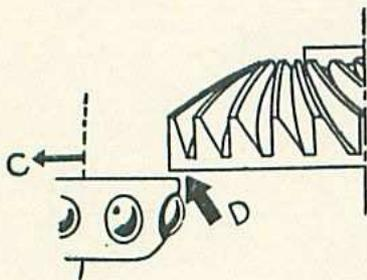

Fig. 59. — Passage du roulement de différentiel sous la roue d'angle
- Tout en continuant de maintenir l'arbre démultiplicateur (1) présenter l'ensemble différentiel (2) (fig. 58) et l'engager dans le carter. Le basculer vers le sommet du carter (flèche B) pour permettre le passage du roulement sous la roue d'angle en (D) (fig. 59), puis le redresser (flèche C) ensuite.